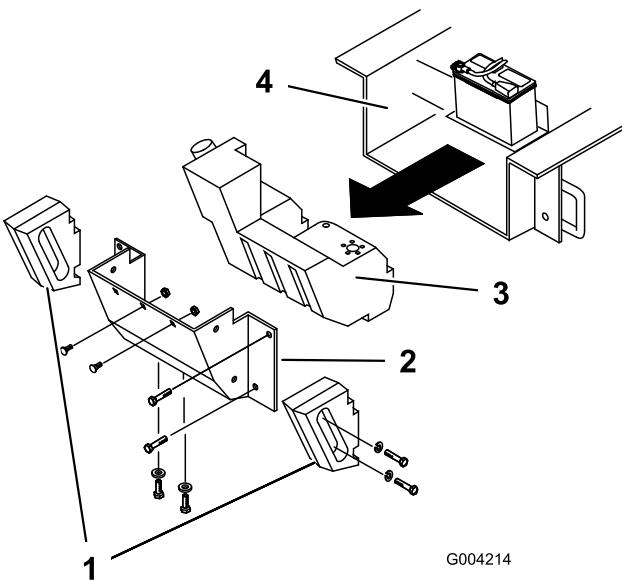

Figure 56
Avec le temps, le châssis s'encrasse sous le moteur et doit être nettoyé. Pour cette raison, ouvrez régulièrement le capot et inspectez la zone au-dessous du moteur à l'aide d'une torche. Si la couche de crasse fait entre 2,5 et 5 cm d'épaisseur, suivez la procédure ci-après (consultez la Figure 56 à cet effet) :
16. Glissez le réservoir partiellement dans le châssis (Figure 56).
21. Remettez le panneau arrière et fixez-le en place à l'aide des six boulons et écrous enlevés précédemment (Figure 56).
23. Montez les masses latérales à l'aide des boulons, rondelles et rondelles-freins enlevés précédemment (Figure 56).